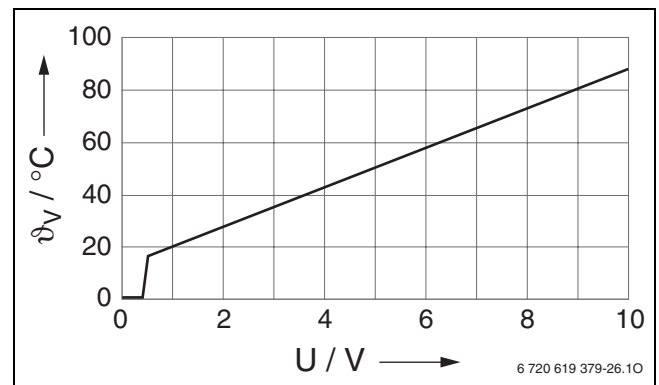

Fig. 11 Curva caratteristica del modulo segnalazione guasti EM10 (valori nominali)
Il modulo di segnalazione guasti EM 10 può essere utilizzato come interfaccia fra la caldaia e, ad es., un sistema di automazione dell'edificio. Sulla base di un segnale 0-10 V è possibile un comando tramite la temperatura di mandata o la potenza (→ fig. 11).
- comando della caldaia con un segnale 0-10 V CC. Mediante il segnale da 0-10 V CC si assegna alla caldaia il valore nominale di una certa temperatura di mandata (→ fig. 11) o di una certa potenza.